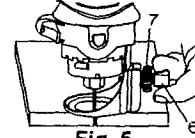

Fig. 5
- Ajuste la profundidad de la bancada de manos libres aflojando la perilla del medidor de profundidad (6) y girando la perilla de ajuste (7) para subir o bajar la bancada según se requiera (vea la fig. 5).
4. Ajuste la profundidad de la bancada tal como en la fig. 5.
2. Ajuste la profundidad de la broca espiral $\frac{1}{8}$ " más allá del grosor del material que va a cortar (vea la Fig. 5).